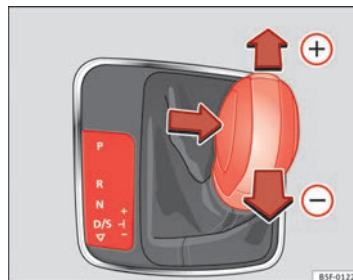

Fig. 95 Console centrale : changement de vitesses avec la commande Tiptronic
- Poussez le levier sélecteur vers l'avant (+) pour passer une vitesse supérieure ⇒ fig. 95.